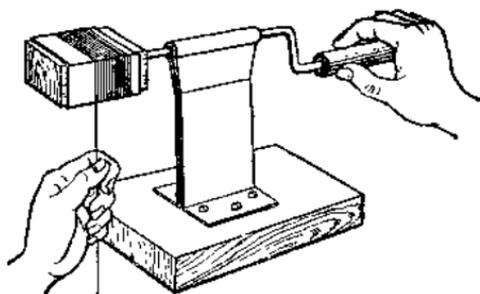

图 1-5
1. 做一个木芯。木芯的横截面积要比铁芯中柱横截面积稍大一些;长度要比铁芯的窗口(h)稍短一些。如果要在绕线机上绕线,中间还要钻一个孔,以便在绕线时穿在绕线机的轴上。绕线机可以自制(参看图1-5)。